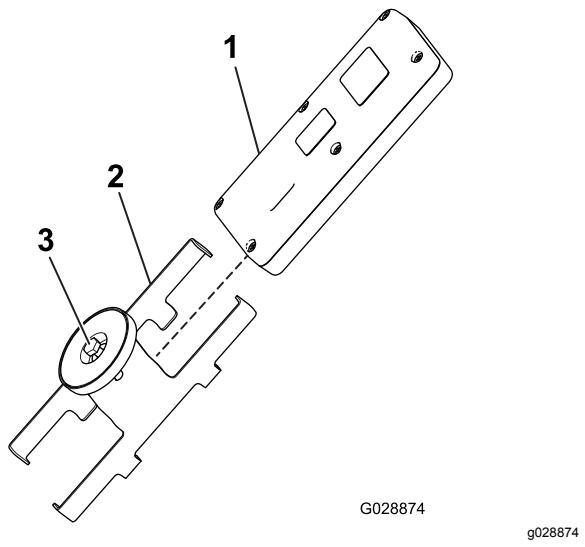

Figura 36
1. Allentate il bullone nel magnete sulla staffa magnetica del telecomando (Figura 36).
2. Fate scorrere i lati della staffa separandoli e rimuovete il telecomando (Figura 36).
8. Montate il telecomando sulla relativa staffa magnetica, fate scorrere le due metà insieme per fissare il telecomando e serrate il bullone nel magnete (Figura 36).